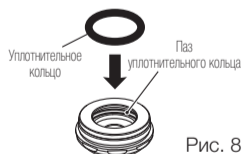

Рис. 8
- 2) Нанесите на новое уплотнительное кольцо немного турбинного масла и установите кольцо, не пользуясь при этом иглой (Рис. 8).